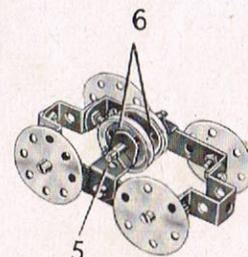

Fig. 5.11c
Le chariot auquel est suspendu la benne preneuse (fig. 5.11c) est constitué par deux bandes coudées de 60 x 12 mm. réunies à une extrémité par un cavalier et à l'autre par deux équerres renversées. Les roues du chariot sont des disques de 35 mm. qui tournent librement sur des boulons de 9,5 fixés au chariot par deux écrous. Une équerre renversée (5) est boulonnée sur chaque bande coudée, et deux poulies folles de 25 mm. (6) sont montées sur une tringle de 4 cm. tenue dans les équerres renversées par des clavettes. Les roues du chariot circulent sur les rebords des cornières qui forment le portique.